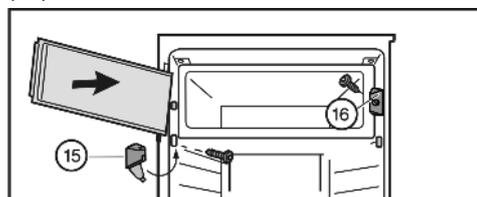

Fig. 12
- ▶ Verschlussstück Fig. 12 (16) montieren.
- ▶ Lagerbock Fig. 12 (15) montieren und Abdeckung zuklappen.